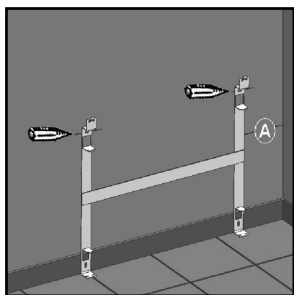

fig. 1
1. Presentar el soporte mural en el suelo en la posición en que lo vamos a colocar, marcando en la pared el agujero superior del tornillo en el soporte a ambos lados. (fig. 1)
Tabla de medidas mínimas para colocación de soporte. (fig 1 pag. anterior)
POTENCIAS (w)	MEDIDA FIJACION A (fig.1)